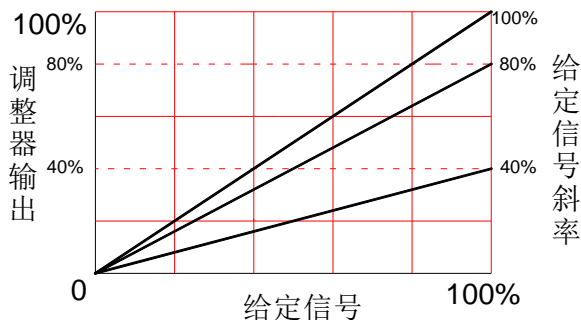

图 5-4
说明：1. **开环调压时**，限幅电位器可限制调整器输出电压，限制效果见图 5-4；**闭环调压时**，限幅电位器限制效果与控制板 P2 电位器限制效果相同：
2. **调功时**，限幅电位器可限制调整器输出功率，限制效果见图 5-4。
用户在使用此功能时应特别注意：调整器工作在调功方式时，斜率限幅是限制输出功率的平均值，并不能限制输出电压的峰值。此功能可替代控制信号本身带有的限幅功能，控制特性如图 5-4。